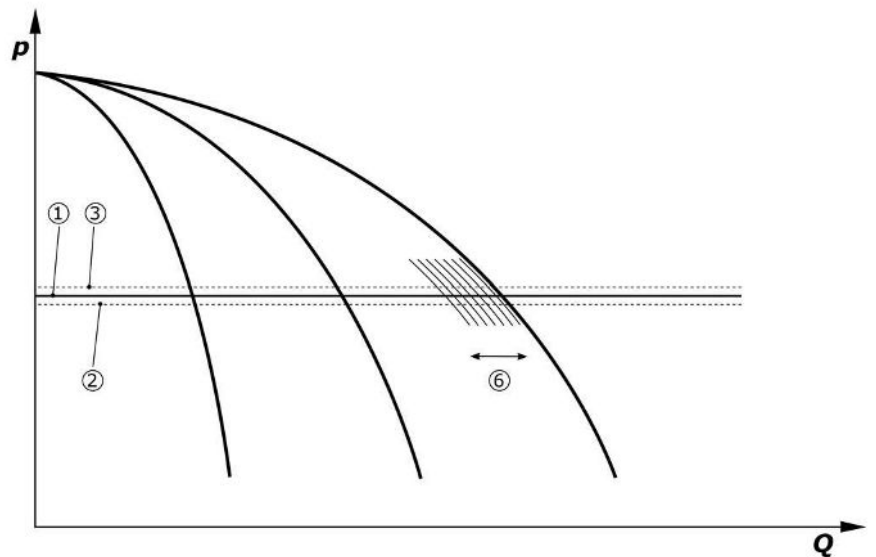

Fig. 7: Запуск третього насоса
Якщо немає повідомлення Ext. Off, несправність відсутня, а приводи й автоматичний режим активовано, в разі падіння значення нижче порога ввімкнення (2) запускається один або кілька насосів з регулюванням за числом обертів (Fig. 7). Насоси працюють із загальним синхронним числом обертів. Тільки насоси, що вмикаються або вимикаються, можуть мати інше число обертів протягом короткого часу.